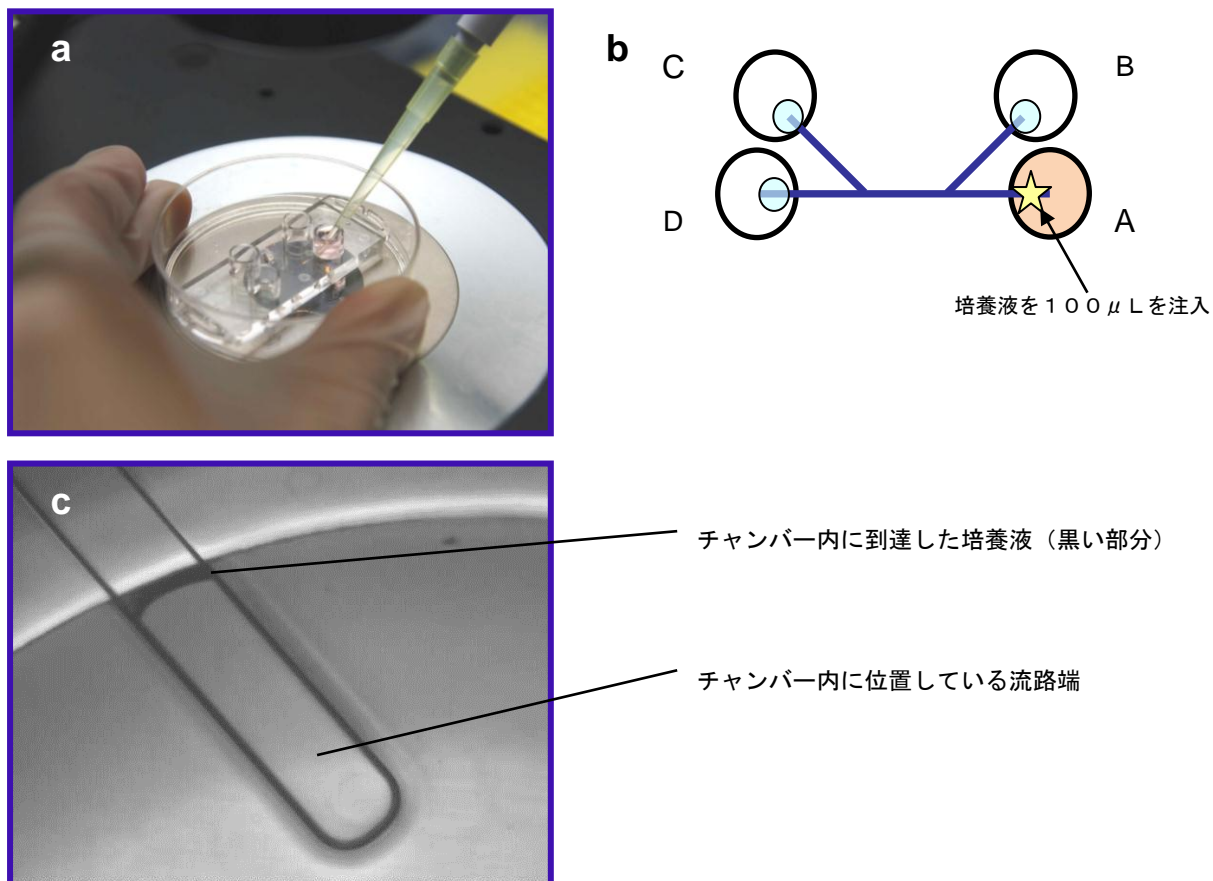

図3：チャンバーAへの培養液の注入
- ① ピペットでチャンバーAの流路入り口付近 (☆印付近) に培養液を $100\mu\text{L}$ 注入します (図3)。顕微鏡下で、流路内が培養液で満たされていること^{注2)}、ならびに培養液がチャンバーB、C、Dに到達していることを確認します。